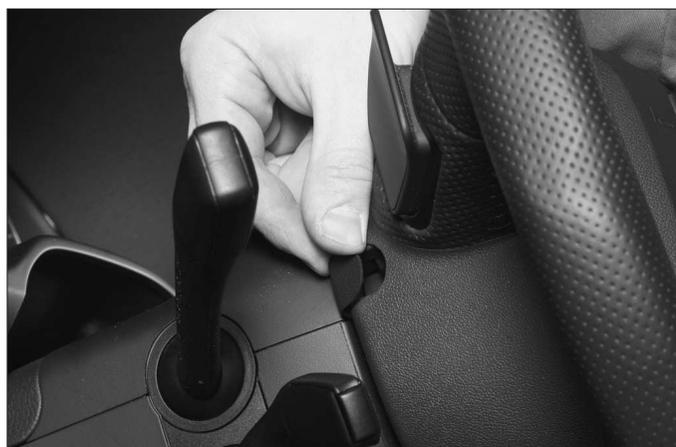

FIG. 3
- Dégrafer le cache plastique pour accéder à la vis (Fig.3).